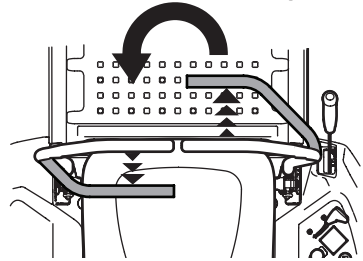

Figura 29
- Para girar en sentido contrario a las agujas del reloj, mueva la palanca de control de la transmisión de la barra de seguridad derecha hacia adelante mientras mueve simultáneamente la palanca de control de la transmisión de la barra de seguridad izquierda hacia atrás. Consulte la Figura 29.